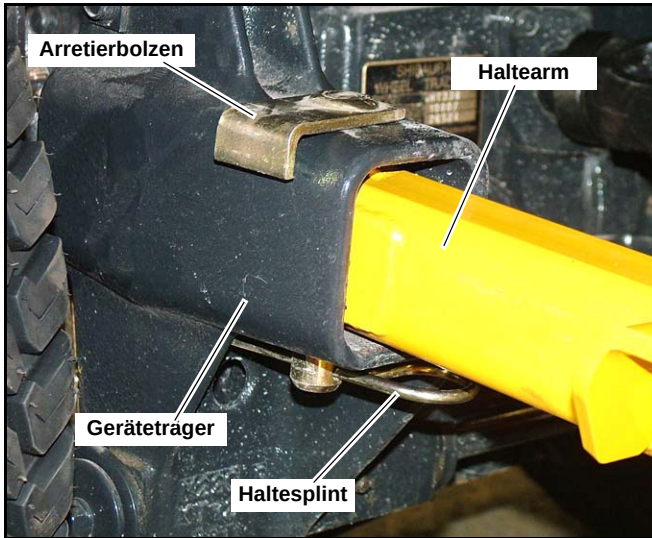
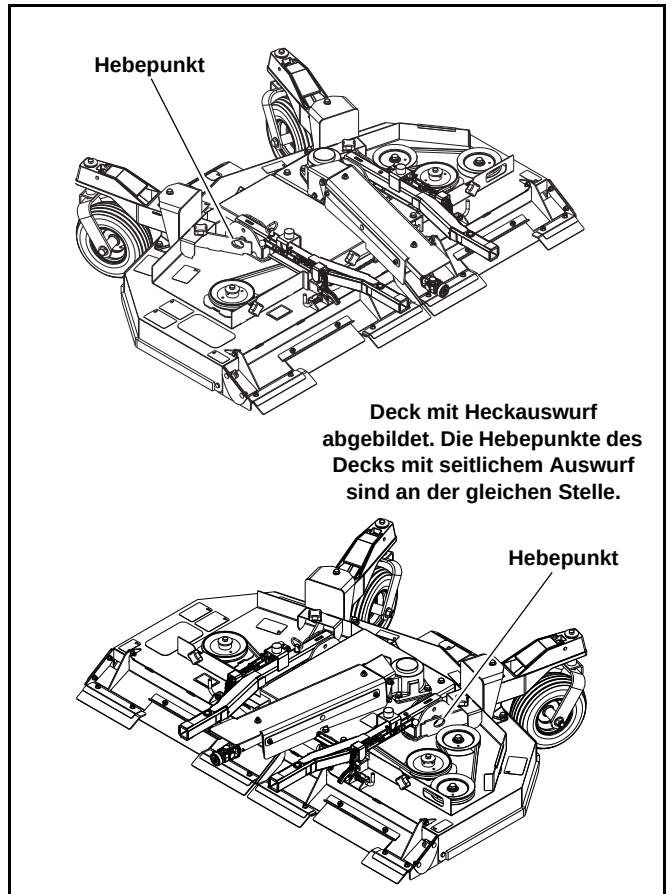
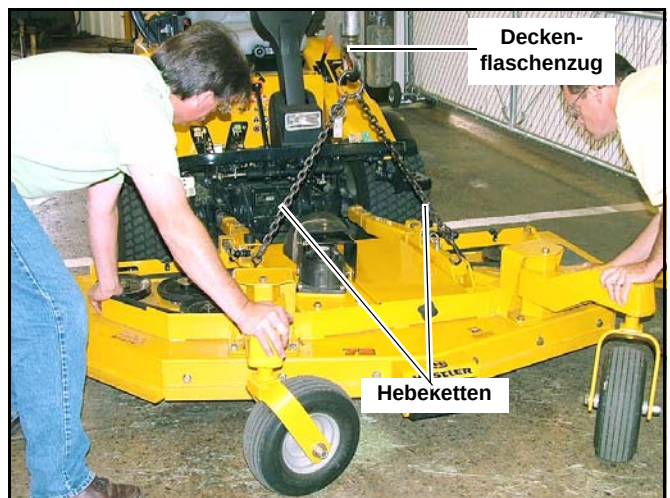

Abb. 3-9
Abb. 3-14
Abb. 3-15
7. Entfernen Sie sämtliche Gegenstände zwischen dem Mähdeck und dem Traktor. Entfernen Sie die Haltesplinte und Sicherheitsbolzen. Legen Sie diese zur Seite. Abb. 3-9
11. Sobald das Mähdeck bis zum Anschlag nach hinten geschoben wurde, stellen Sie sicher, dass die Bohrungen für die Bolzen der Aufnahme und der Haltearme fluchten. Wenn nötig, nehmen Sie einen Kegelstift zur Hilfe, um die Bohrungen auszurichten. Stecken Sie die Arretierbolzen durch die Aufnahmen und die Haltearme und setzen Sie die Haltesplinte in die Bohrungen auf der Unterseite der Arretierbolzen. Abb. 3-9
5. Bringen Sie Hebketten an den beiden Hebepunkten des Decks an. Heben Sie dann das Mähdeck mit dem Seilzug so weit an, dass sich die zwei Haltearme ungefähr auf der gleichen Höhe wie der Geräteträger des Traktors befinden. Abb. 3-14 und Abb. 3-15
6. Sichern Sie das Mähdeck mit zwei Personen, eine auf jeder Seite, und schieben Sie es in die Richtung des Geräteträgers, bis die Haltearme des Mähdecks in die Aufnahme des Geräteträgers eingeführt werden können. Abb. 3-15 und Abb. 3-9
7. Stecken Sie die Arretierbolzen durch die Aufnahmen des Geräteträgers und der Haltearme und sichern Sie diese mit den dazugehörigen Haltesplinten. Abb. 3-9
6. Entfernen Sie die Haltesplinte und Sicherheitsbolzen. Legen Sie diese zur Seite. Abb. 3-9